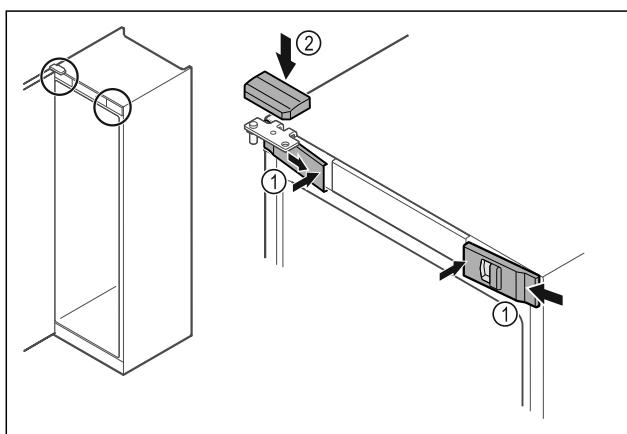

Fig. 33
- ▶ 从侧部挂入前盖板 Fig. 33 (1) 并从内部将其卡紧。
- ▶ 从上方卡紧上盖板 Fig. 33 (2)。